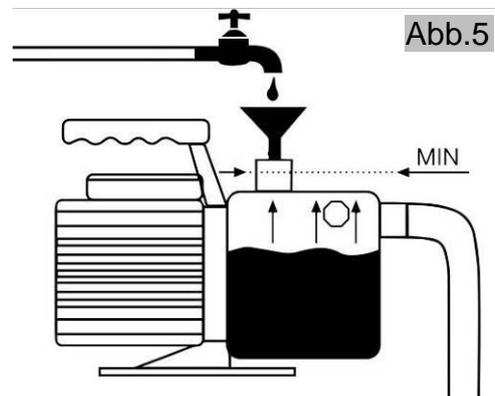

Abb.5
Bei der ersten Inbetriebnahme muss das Pumpengehäuse (8) vollständig entlüftet sein. Dazu muss das Pumpengehäuse mit Wasser befüllt werden (Abb.5). Der einfachste Weg das Pumpengehäuse mit Wasser vor der Erst- bzw. Wiederinbetriebnahme aufzufüllen ist das Einfüllen von Wasser über den Druckanschluss der Pumpe (5).